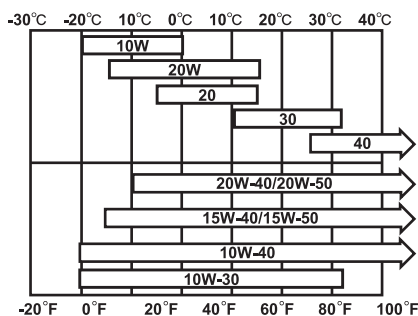

Afb. 8
1. Verwijder de oliedop (U), verwijder de peilstok, en steek hem terug zonder hem vast te schroeven. (Zie afb. 8)
2. Verwijder de oliedop (U), en controleer dat het olieniveau tussen de twee strepen op de peilstok is.
4. Sluit de oliedop (U) stevig na de controle.